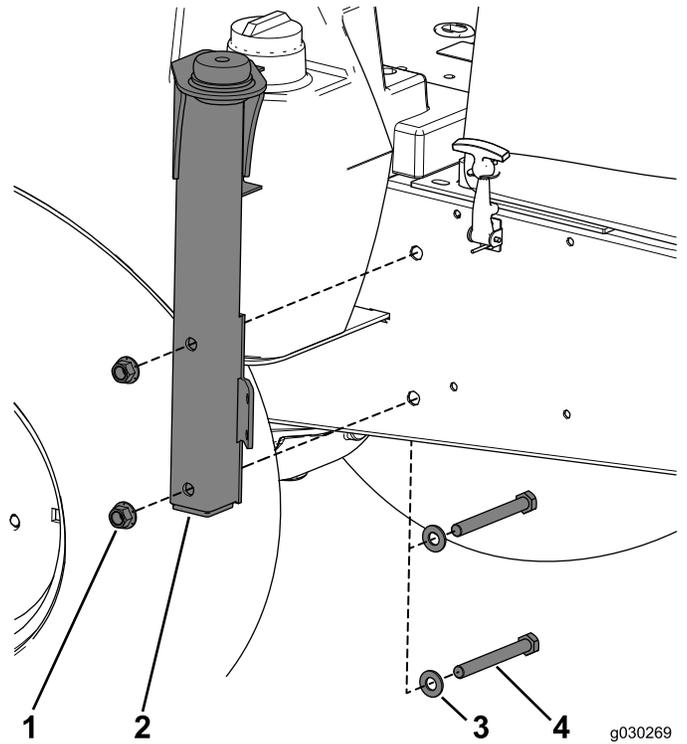

Figure 19
1. Fixez le support gauche sur la machine à l'aide de 2 boulons (1/2 x 4-1/2 po), 2 petites rondelles et 2 contre-écrous (Figure 19).